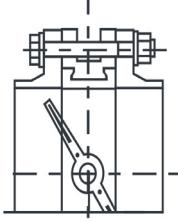

Рис. 6
14. Затяните болты (шпильки) так, чтобы фланцы и корпус (металлическая часть) затвора соприкасались. Затяжка болтов на межфланцевых соединениях должна быть равномерной по всему периметру. Медленно закройте и откроите дисковый поворотный затвор. Если установка затвора была проведена правильно, затвор должен свободно открываться и закрываться (рис. 6).